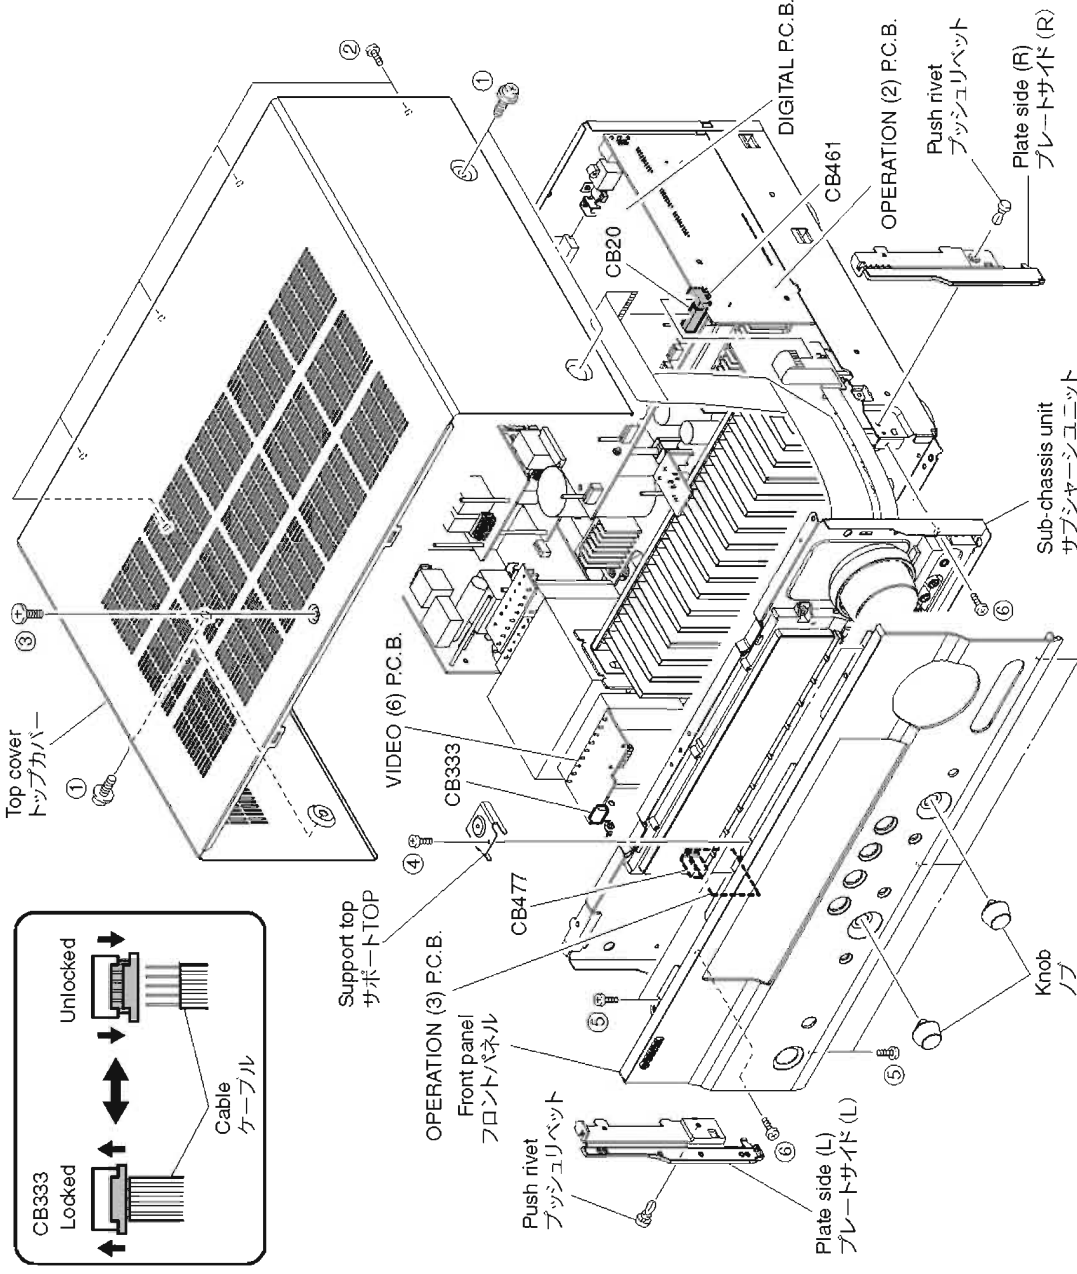

Fig. 1
- a. Remove 4 screws (①), 5 screws (②) and screw (③). (Fig. 1)
- b. Slide the top cover rearward to remove it. (Fig. 1)
- a. ①のネジ4本、②のネジ5本、③のネジ1本を外します。(Fig.1)
- b. トップカバーを後方へスライドさせ、取り外します。(Fig.1)
- a. Remove screw (④) and then remove the support top. (Fig. 1)
- b. Remove 2 knobs. (Fig. 1)
- c. Remove 6 screws (⑤) and then remove the front panel. (Fig. 1)
- d. Remove 2 push rivets and then remove the plate side (L) and (R). (Fig. 1)
- e. Remove CB20, CB461 and CB477. (Fig. 1)
- f. Remove 2 screws (⑥) and then pull out the sub-chassis unit. (Fig. 1)
- g. Unlock and remove CB333. (Fig. 1)
- h. Remove the sub-chassis unit. (Fig. 1)
- a. ④のネジ1本を外し、サポートトップを取り外します。(Fig.1)
- b. ノブ2個を取り外します。(Fig.1)
- c. ⑤のネジ6本を外し、フロントパネルを取り外します。(Fig.1)
- d. プッシュリベット2個を外し、プレートサイド(L)、(R)を取り外します。(Fig.1)
- e. CB20、CB461、CB477を外します。(Fig.1)
- f. ⑥のネジ2本を外し、サブシャーシユニットを引き出します。(Fig.1)
- g. ロックを外し、CB333を外します。(Fig.1)
- h. サブシャーシユニットを取り外します。(Fig.1)